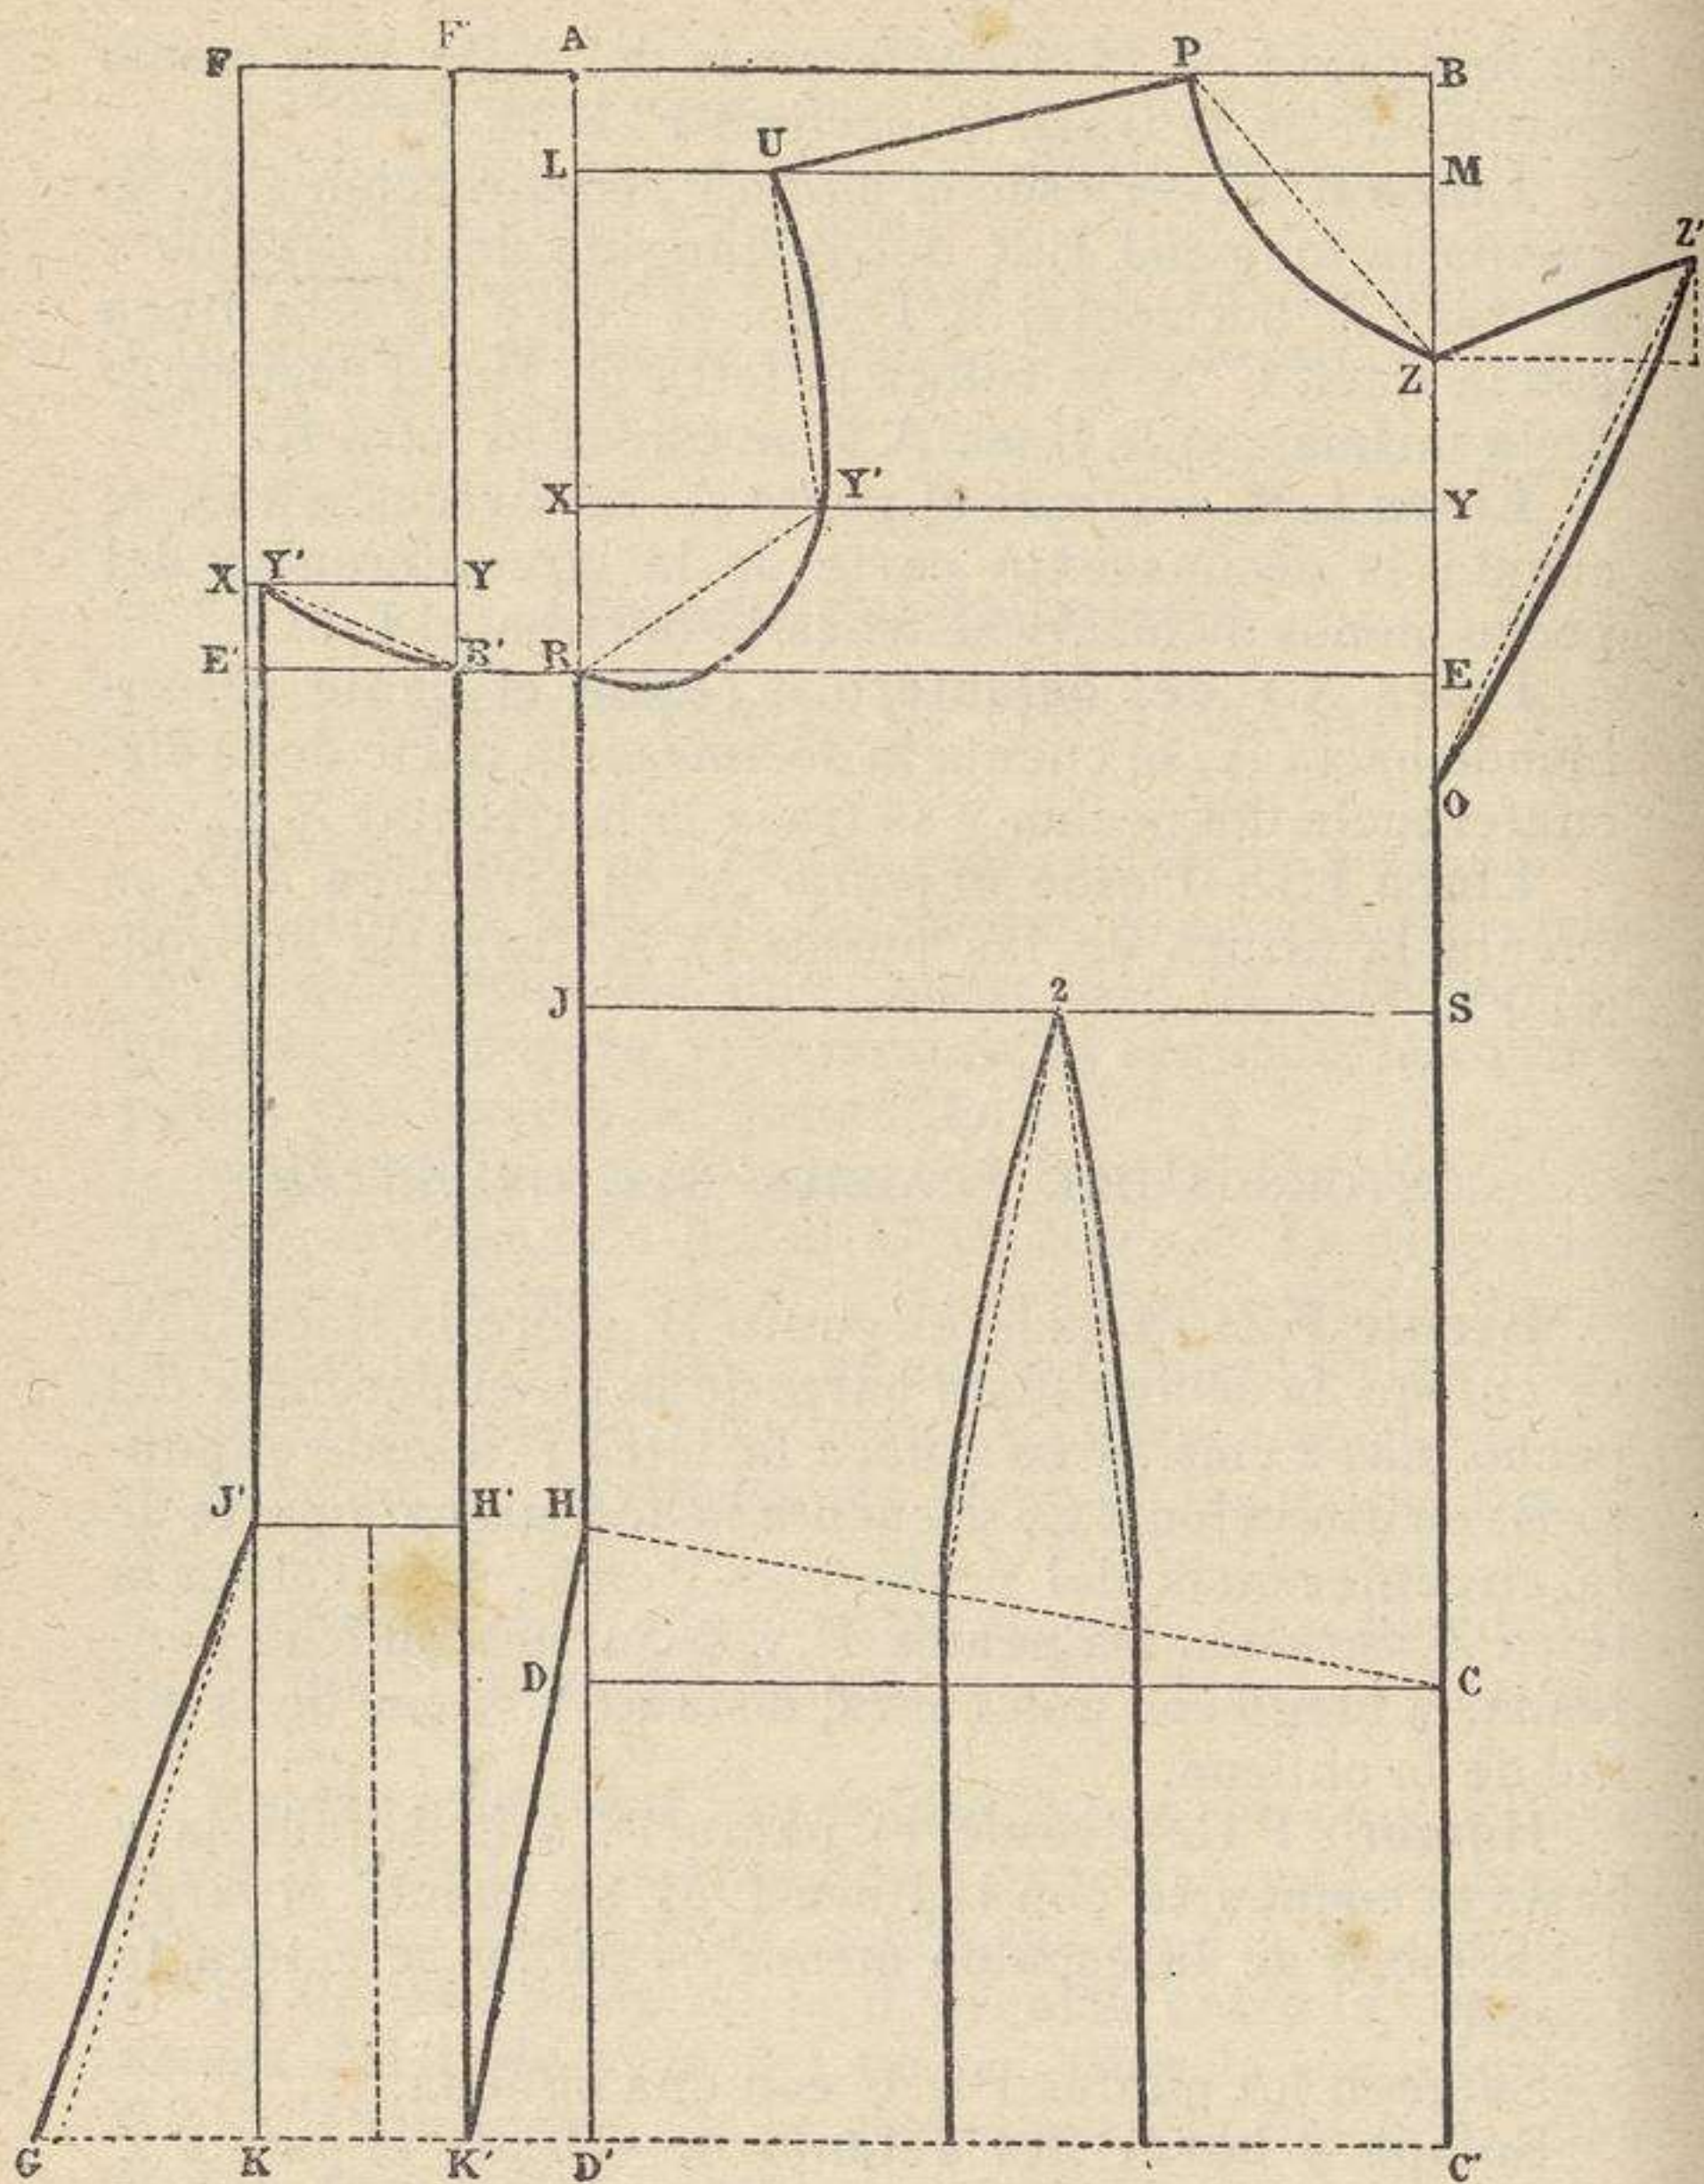

Fig. 61 ( $\frac{1}{5}$  del tamaño real).
**Rectángulo del delantero A B C' D'** (fig. 61). — Se traza un rectángulo A B C' D' (la línea C' D' debe estar punteada (1), que tenga de largo la longitud del delantero más la del faldón, y de ancho la mitad de la circunferencia del pecho más 2 cms., y menos el medio ancho de la espalda y la duodécima parte de la circunferencia del pecho.